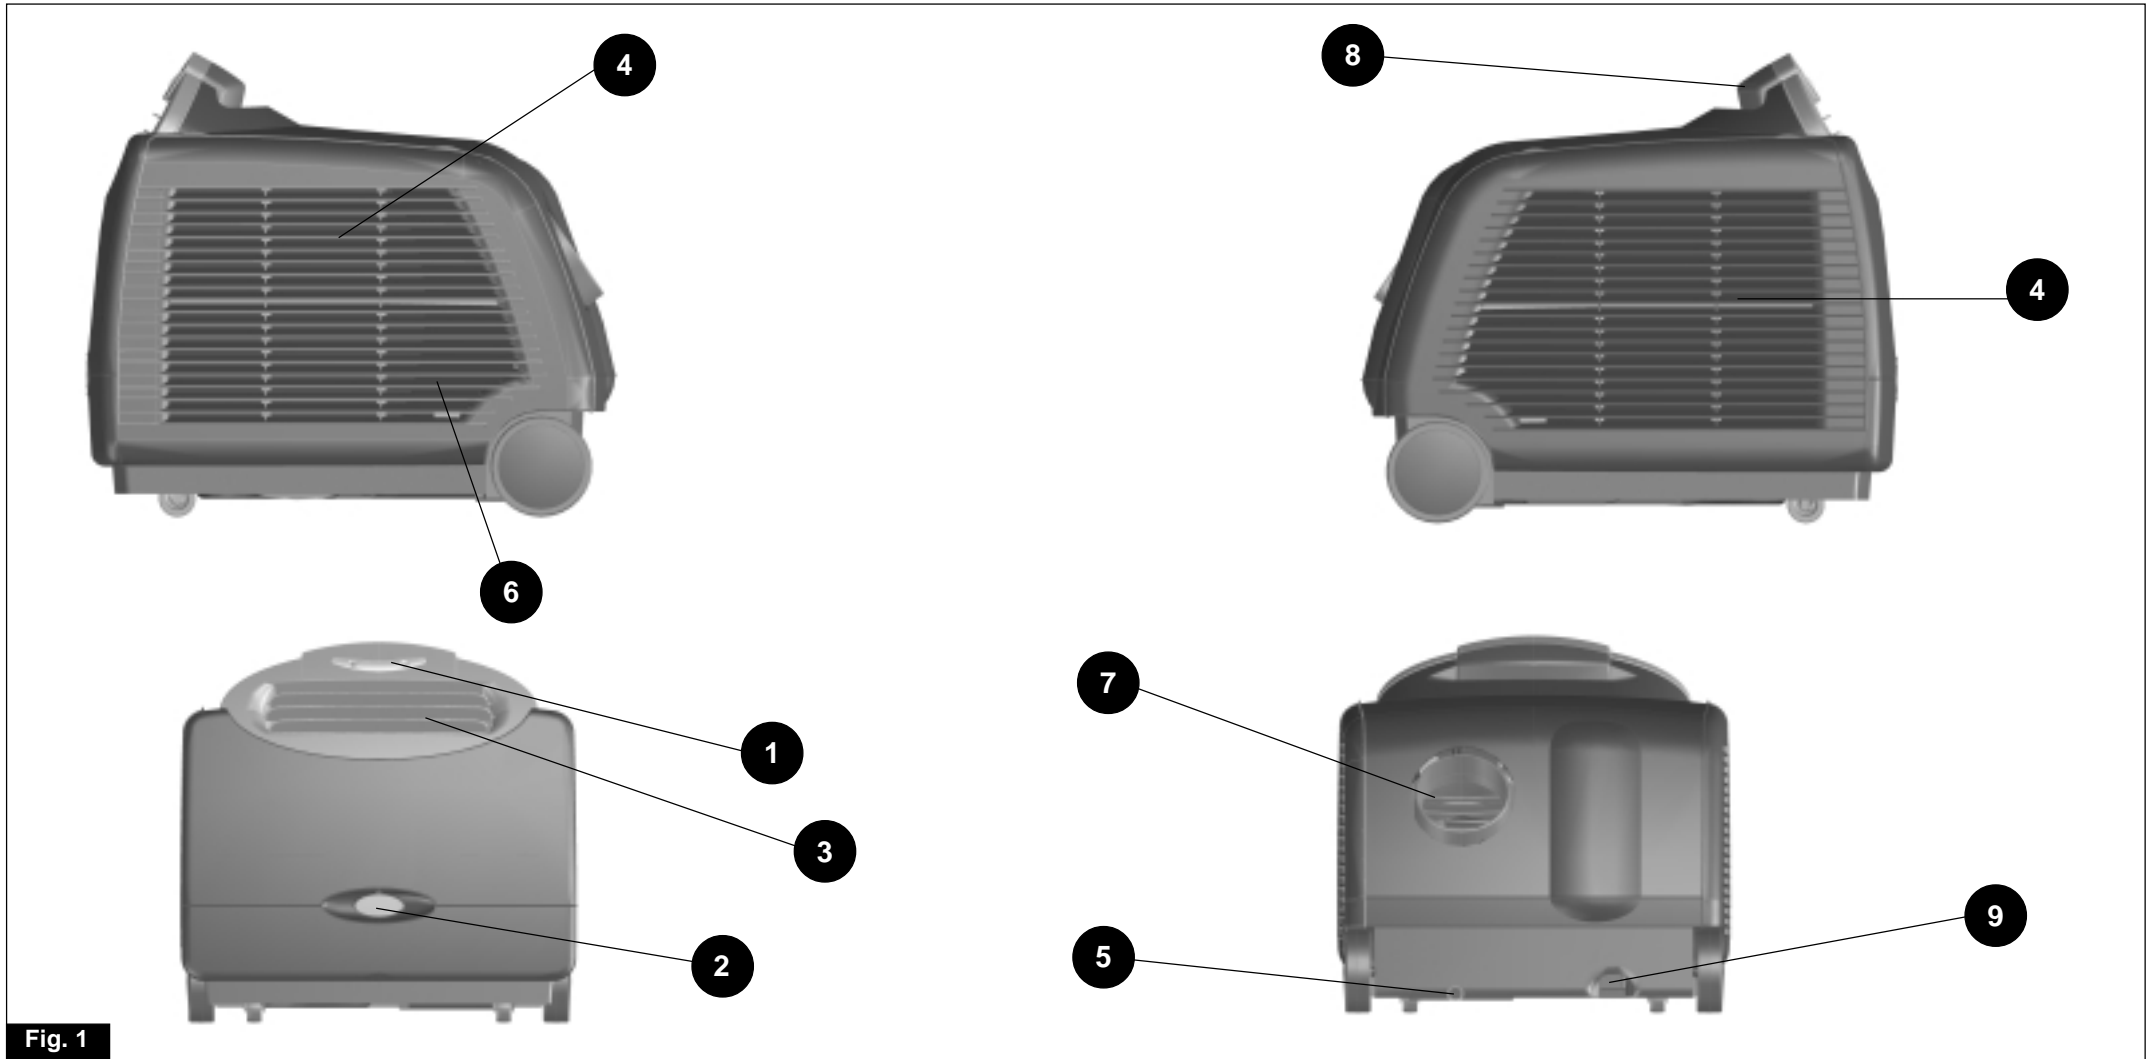

Fig. 1
- Assicuratevi che tende o altri oggetti non ostruiscano i filtri di aspirazione (fig. 1 - 4).
- S'assurer qu'aucun rideau ou autre objet n'obstrue les filtres d'aspiration (fig. 1 - 4).